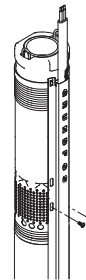

Fig. 10
3. Se fixează scutul cablului de filtrul de aspirație al pompei cu cele două șuruburi autofiletante livrate, vezi fig. 10.